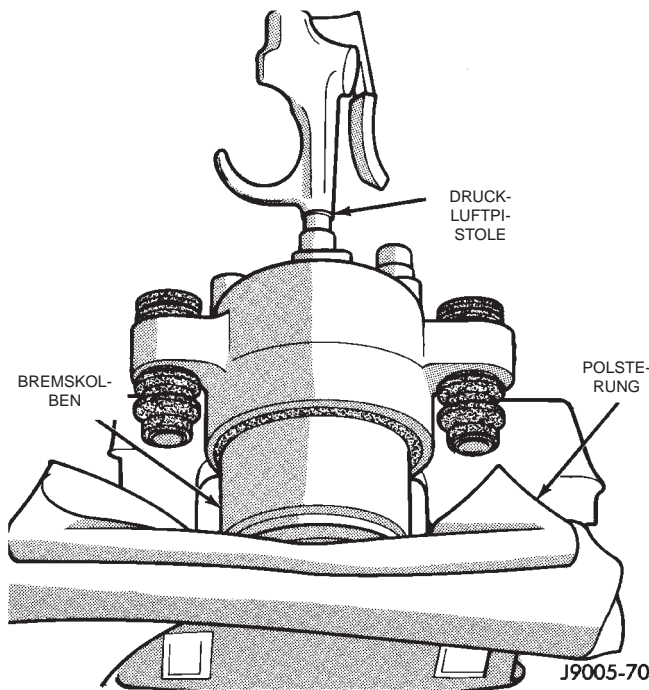

Abb. 47 Bremskolben herausdrücken
(4) Den Bremskolben mit **kurzen, schwachen Druckluftstößen** aus der Bohrung drücken. Hierzu den Druckluftanschluß mit dem Einlaßanschluß für die Bremsflüssigkeit verbinden und den Kolben aus der Bohrung gleiten lassen (Abb. 47).